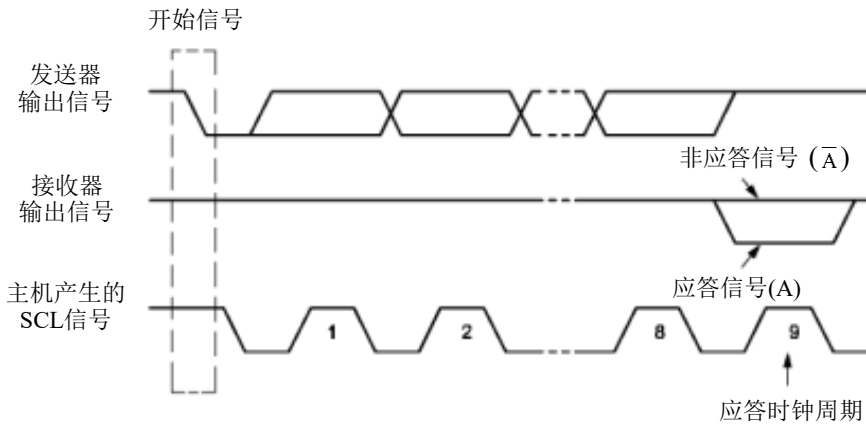

Figure 16-5 IIC 总线的应答信号
**重新开始信号 (Repeated START):** 在 IIC 总线上，由主机发送一个开始信号启动一次通信后，在首次发送停止信号之前，主机通过发送重新开始信号，可以转换与当前从机的通信模式，或是切换到与另一个从机通信。如 Figure16-5 所示，当 SCL 为高电平时，SDA 由高电平向低电平跳变，产生重新开始信号，它的本质就是一个开始信号。
**应答信号 (A):** 接收数据的 IIC 在接收到 8 位数据后，向发送数据的 IC 发出的特定的低电平脉冲。每一个数据字节后面都要跟一位应答信号，表示已收到数据。应答信号在第 9 个时钟周期出现，这时发送器必须在这一时钟位上释放数据线，由接收设备拉低 SDA 电平来产生应答信号，由接收设备保持 SDA 的高电平来产生非应答信号 (A-bar)，如 Figure16-5 所示。所以，一个完整的字节数据传输需要 9 个时钟脉冲。如果从机作为接收方向主机发送非应答信号，这样，主机方就认为此次数据传输失败；如果是主机作为接收方，在从机发送器发送完一个字节数据后，发送了非应答信号，从机就认为数据传输结束，并释放 SDA 线。不论是以上哪种情况都会终止数据传输，这时，主机或是产生停止信号释放总线，或是产生重新开始信号，开始一次新的通信。开始信号、重新开始信号和停止信号都是由主控制器产生，应答信号由接收器产生，总线上带有 IIC 总线接口的器件很容易检测到这些信号。